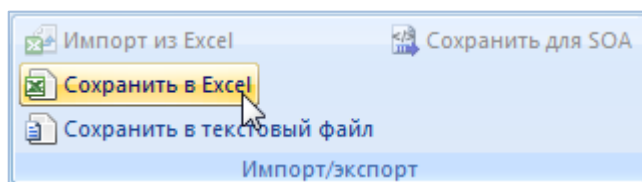

Рис. 13-573 – Сохранение данных рабочего окна в формате Excel
7) Результаты расчета выводятся в рабочем окне «Логистическая структура» в соответствующих полях (рис.13-573).